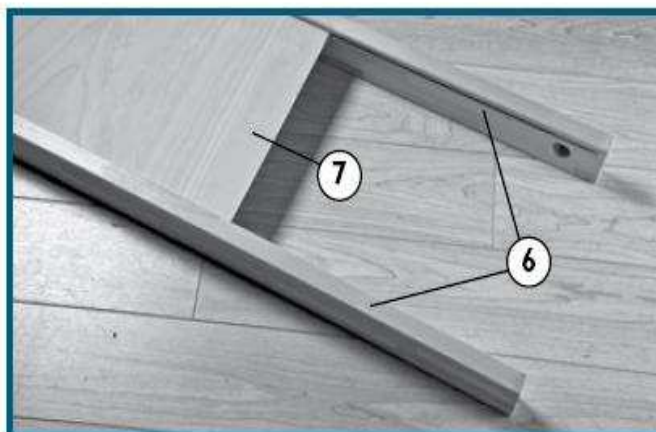

Fig. 2
2.) Montáž police - Fig. 2
Vložte polici (č.7) do drážky spojek (č. 6) dle Fig. 2.